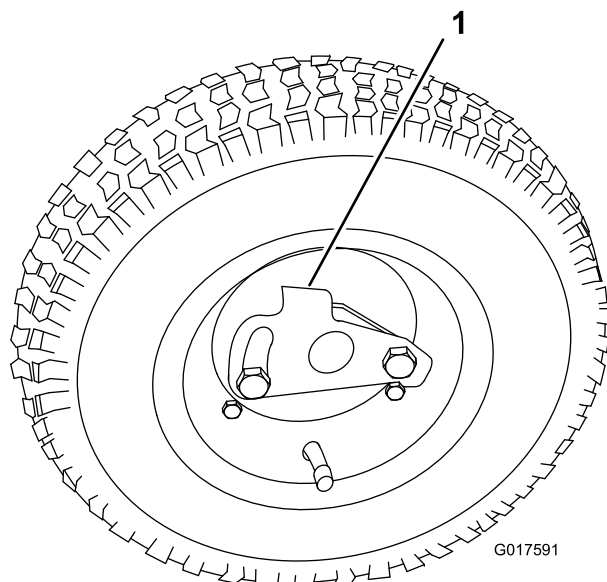

Bild 10
2. Drücken Sie den Radarretierclip zur Mitte des Rads und schieben Sie das Rad auf die Sechskantwelle (Bild 10).